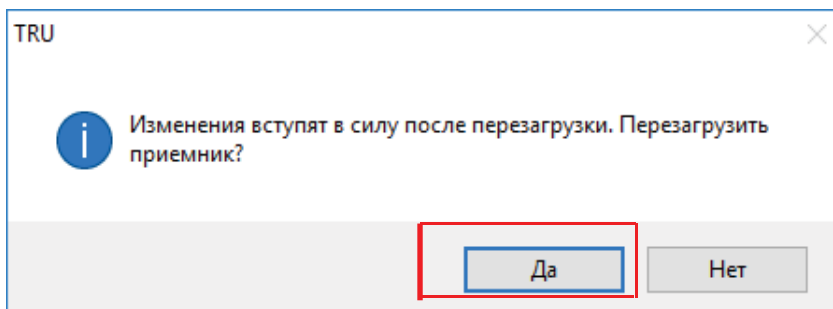

Рис. 22: Перезапуск приёмника
6. В сообщении о необходимости перезапуска приёмника нажмите **Да** (Рис. 22). Откроется диалоговое окно **Параметры подключения**.